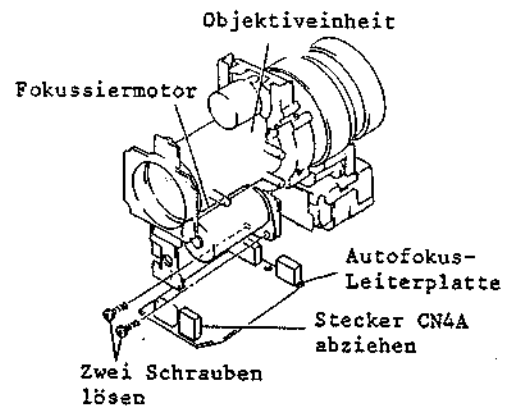

Abb. 2-102 Ausbau der Autofokus-Leiterplatte
3. Den Stecker CN4A abziehen (siehe Abb. 2-102).
4. Zwei (2) Befestigungsschrauben des Fokussiermotors lösen.